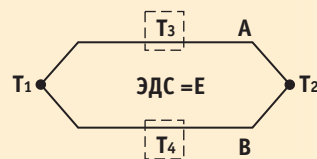

Рис. 4. Закон внутренних температур
1. Закон внутренних температур. Наличие температурного градиента в однородном проводнике не приводит к возникновению электрического тока (рис. 4). Таким образом, термоЭДС определяется только разностью температур в местах контакта различных проводников.